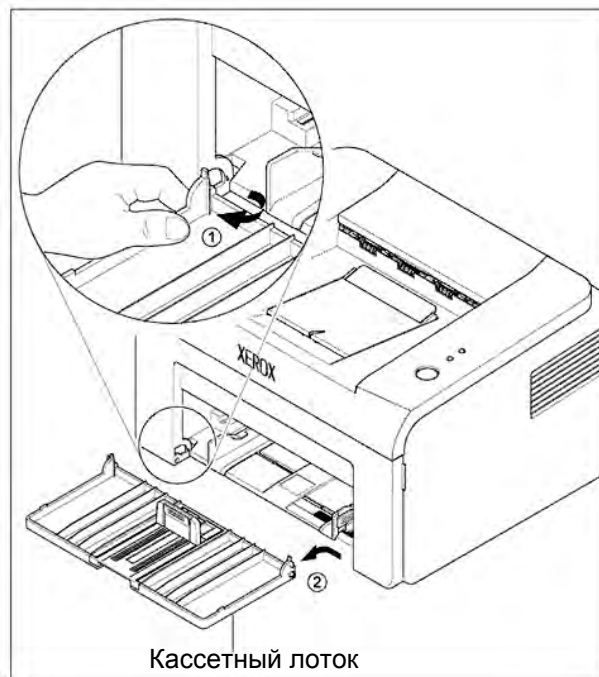

Рисунок 2
2. Освободите кассетный лоток в направлении стрелки, затем снимите его, рисунок 2.